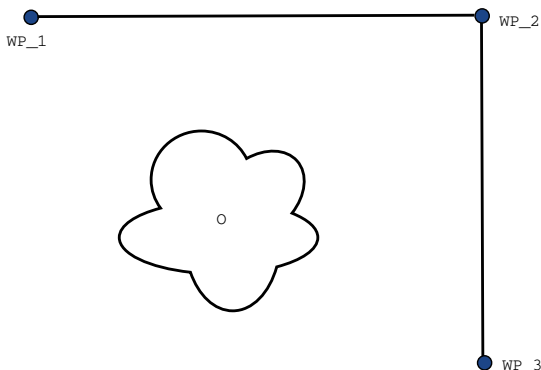

图 14.2: WP_1: 初始位置, WP_2: 通过点, WP_3: 拾取位置, O: 障碍物。
示例 以一个拾取和放置应用为例（参见图 14.2），在这里，机器人当前位于路点 1 (WP_1)，它需要在路点 3 (WP_3) 拾取一个对象。为避免与物体和其它障碍物 (O) 发生碰撞，机器人必须从路点 2 (WP_2) 的方向接近 WP_3。因此引进三个路点来创建一个满足要求的路径。